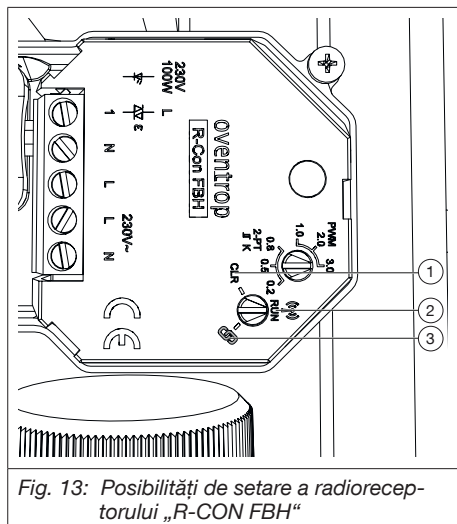

Fig. 13: Posibilități de setare a radioreceptorului „R-CON FBH”
1. Setează butonul rotativ al radioreceptorului „R-CON FBH” pe „Connect” (vezi fig. 13